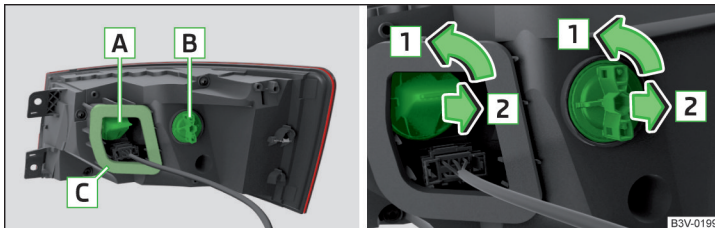

Abb. 258 Rückleuchte / Glühlampe wechseln
- Darauf achten, dass bei erneutem Einbau die Dichtung **C** » Abb. 258 auf Seite 247 korrekt eingesetzt wird. Würde diese nicht richtig eingesetzt, könnte Wasser in die Leuchte eindringen - es besteht die Gefahr der Leuchtenbeschädigung.
- Die Fassung mit der Glühlampe **A** bzw. **B** » Abb. 258 in Pfeilrichtung **1** drehen.